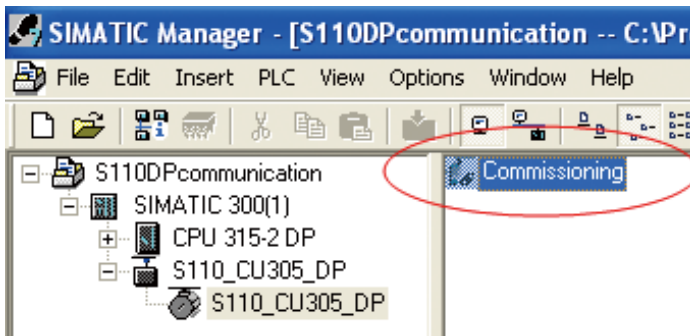

图 89. PLC 项目概览
- 若使用安装 DriveES Basic 软件的 GSD 文件组态 S110 CU305 从站，则硬件组态完成后，在 PLC 项目中会集成 S110_CU305_DP，如图 89，可通过双击“Commissioning”打开 Starter 软件调试 S110。
如图 89，可通过双击“Commissioning”打开 Starter 软件，可按照本手册第二章中的描述对 S110 进行项目配置。